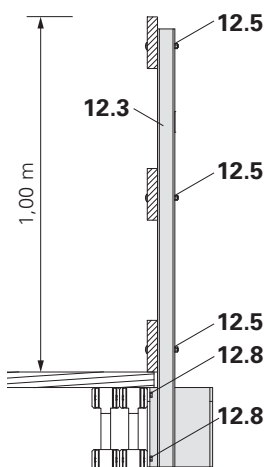

Fig. A1.34a
2. Usando parafusos de madeira (6x) 6 x 80 DIN 571 (12.8), fixar à viga exterior furada previamente. (Fig. A1.34a)